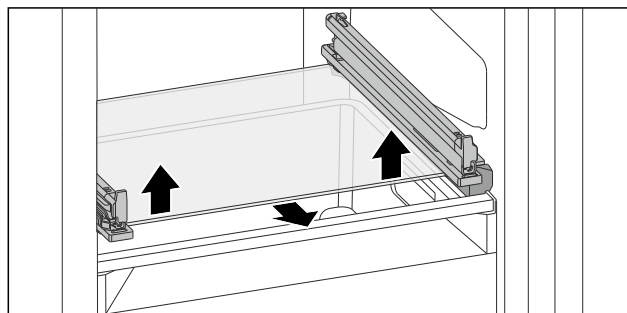

Fig. 140 Ripiano in vetro del cassetto ribaltabile
- Premere il ripiano in vetro dal basso verso l'alto su entrambi i lati. (vedere Fig. 140)